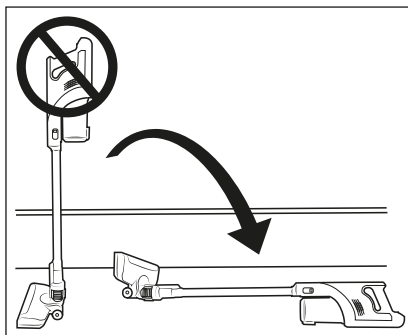

Afb. 8
- ▶ De stofzuiger kan ook direct via de netvoedingsadapter **9** worden opgeladen. Haal daarvoor de gelijkstroomstekker **10** door een lichte draaiing uit de wandhouder **17** en steek hem in de oplaadaansluiting **2** op het apparaat (zie afb. 8).